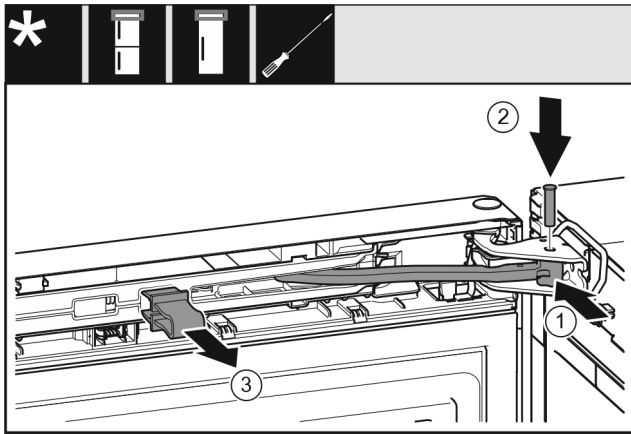

Fig. 52
- ▶ Forgassa a csapágybakba a csuklót Fig. 52 (1).
- ▶ Helyezze be a csapszeget Fig. 52 (2) a csapágybakba és a csuklóba. Közben ügyeljen arra, hogy a reteszelő bütyök megfelelően illeszkedjen a horonyba.
- ▶ Vegye le a biztosítékot Fig. 52 (3).